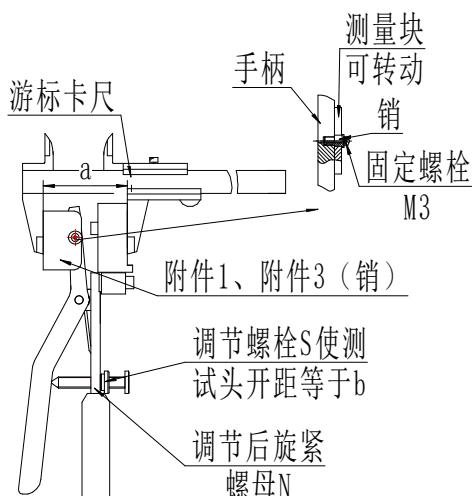
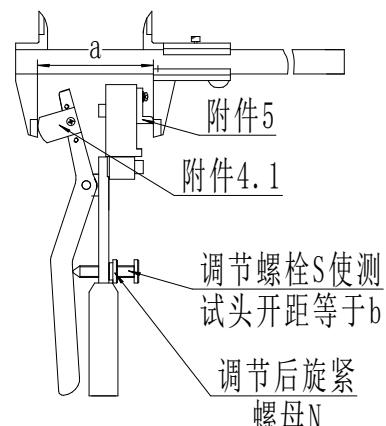
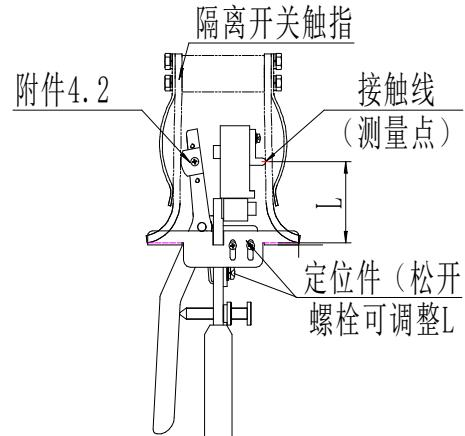
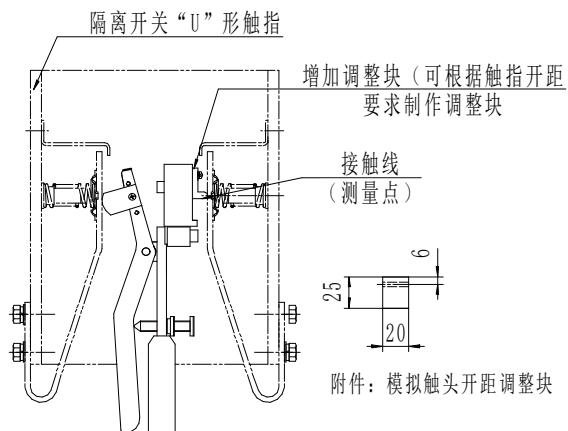

图 3 模拟触头宽度测量示意图
图 4 模拟触头宽度测量示意图
图 8 转入式触头隔离开关压力测量示意图(如 GW4、GW5 系列)
图 9 转入式“U”形触头隔离开关压力测量示意图(如 GW7B-252)
4. 1. 2 根据触头宽度 b, 调整测试仪测试钳 (下面称之为模拟触头) 的宽度 a, (见图 3、图 4), 使 $a=b$;
4. 1. 3 图 3 是用于 GW16、GW22、GW6 等折叠式、剪刀式隔离开关模拟触头的调整方法, 拆除附件 4、附件 5, 装上附件 1、附件 3 销 (“1” 用于静触头直径 60mm 的刀闸, 静触头直径 40mm 的刀闸装附件 2、附件 3 销), 将卡尺锁定在 a 上, 卡住模拟触头, 再缓慢调节
4.1.4 图 4 是用于 GW4、GW5、GW7 等转入式隔离开关模拟触头的调整，装上附件 4.1（4.1 用于触头宽度 58-70mm 的刀闸，4.2 用于触头宽度 70-83mm 的刀闸），将卡尺锁定在 a 上，卡住模拟触头，再缓慢调节螺栓 S，调好后锁紧螺母 N。测量示意图见图 8、图 9。
4.4.4 图 8 是触头转入式隔离开关 (GW4-40.5/126、GW5-40.5/126 等型号) 触指压力测量示意图，为了测量准确和方便，可装配定位件 6，它能上下和前后定位。将测试头对准接触线后，调整固定定位件的螺栓，使触指尖到接触线的距离等于 L。
4.4.5 图 9 是触头转入式隔离开关 (GW4-252、GW7-252 等型号)
一、转入式隔离开关触指接触压力的测量（如 GW4、GW5 型隔离开关），按图 8、9 要求更换测量附件
二、折臂式隔离开关触指压力的测量（如 GW16、GW17、GW22、GW23 型隔离开关，已挂静触头），按图 3、4 要求更换测量附件